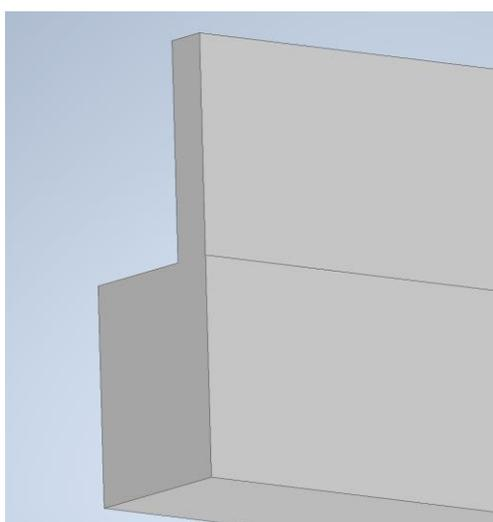

Рисунок 11.22 – Несостыковка детали
1. Несостыковка базовых элементов. Рассмотрим эту ошибку на примере подкосной стороны какой-либо детали. У вас должна быть сторона плоской, но посреди стороны проходит прямая (рисунок 11.22).